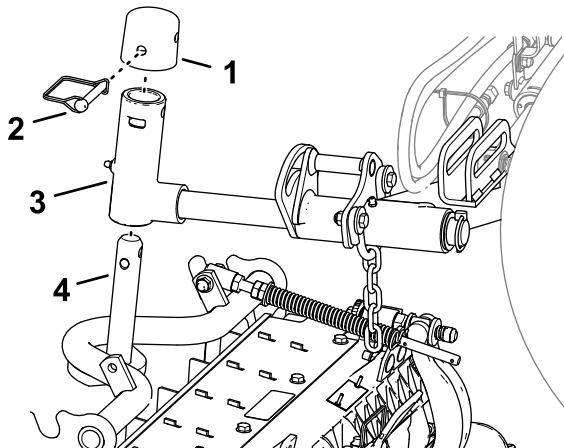

Figure 22
1. Glissez une unité de coupe sous le bras de levage (Figure 22).